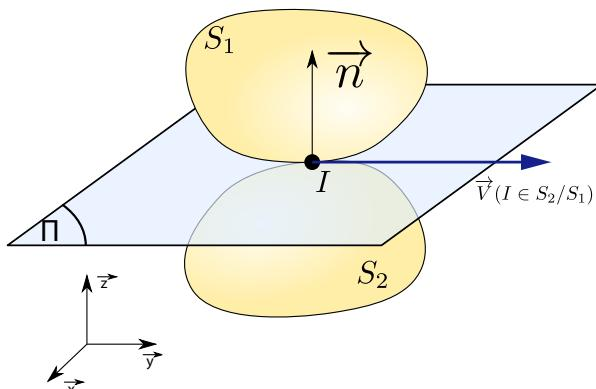

FIGURE 1 – Solides en contact, de plan tangent Π .
- Soient deux solides S_1 et S_2 **en contact** pendant leur mouvement dans un repère R_0 (fig.1).
- On appelle **vitesse de glissement** au point I , de S_2 par rapport à S_1 le vecteur vitesse du point I dans le mouvement de S_2 par rapport à S_1 (fig.1) :